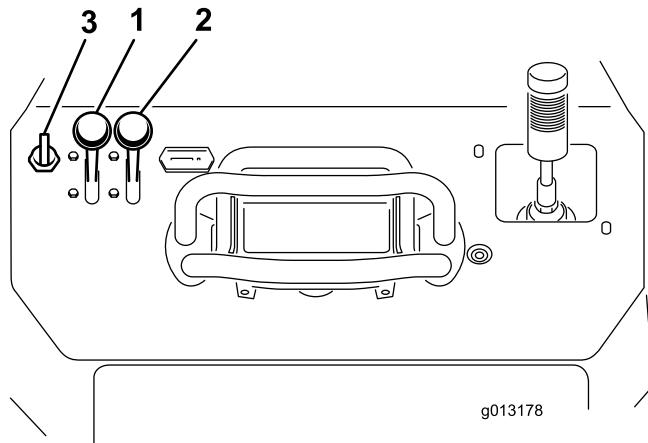

Bild 20
2. Schieben Sie den Chokehebel auf die Ein-Stellung (Bild 20).
3. Drehen Sie den Schlüssel auf die Ein-Stellung (Bild 20). Lassen Sie den Schlüssel los, wenn der Motor anspringt.
4. Schieben Sie den Chokehebel langsam auf die Aus-Stellung (Bild 20). Schieben Sie beim Absterben oder Aussetzen des Motors den Choke wieder nach vorne, bis der Motor warm gelaufen ist.
5. Schieben Sie den Gasbedienungshebel auf die gewünschte Stellung (Bild 20).
1. Schieben Sie den Gasbedienungshebel in die Mittelstellung zwischen Langsam und Schnell (Bild 20).
2. Stellen Sie den Gasbedienungshebel auf die Langsam-Stellung (Bild 20).
3. Drehen Sie den Zündschlüssel auf die Aus-Stellung (Bild 20).